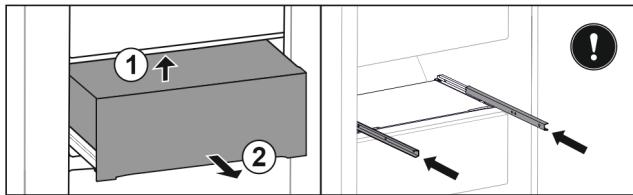

Fig. 54
- Nadvihnite zásuvku zospodu dozadu. Fig. 54 (1)
- Odoberte zásuvku dopredu. Fig. 54 (2)